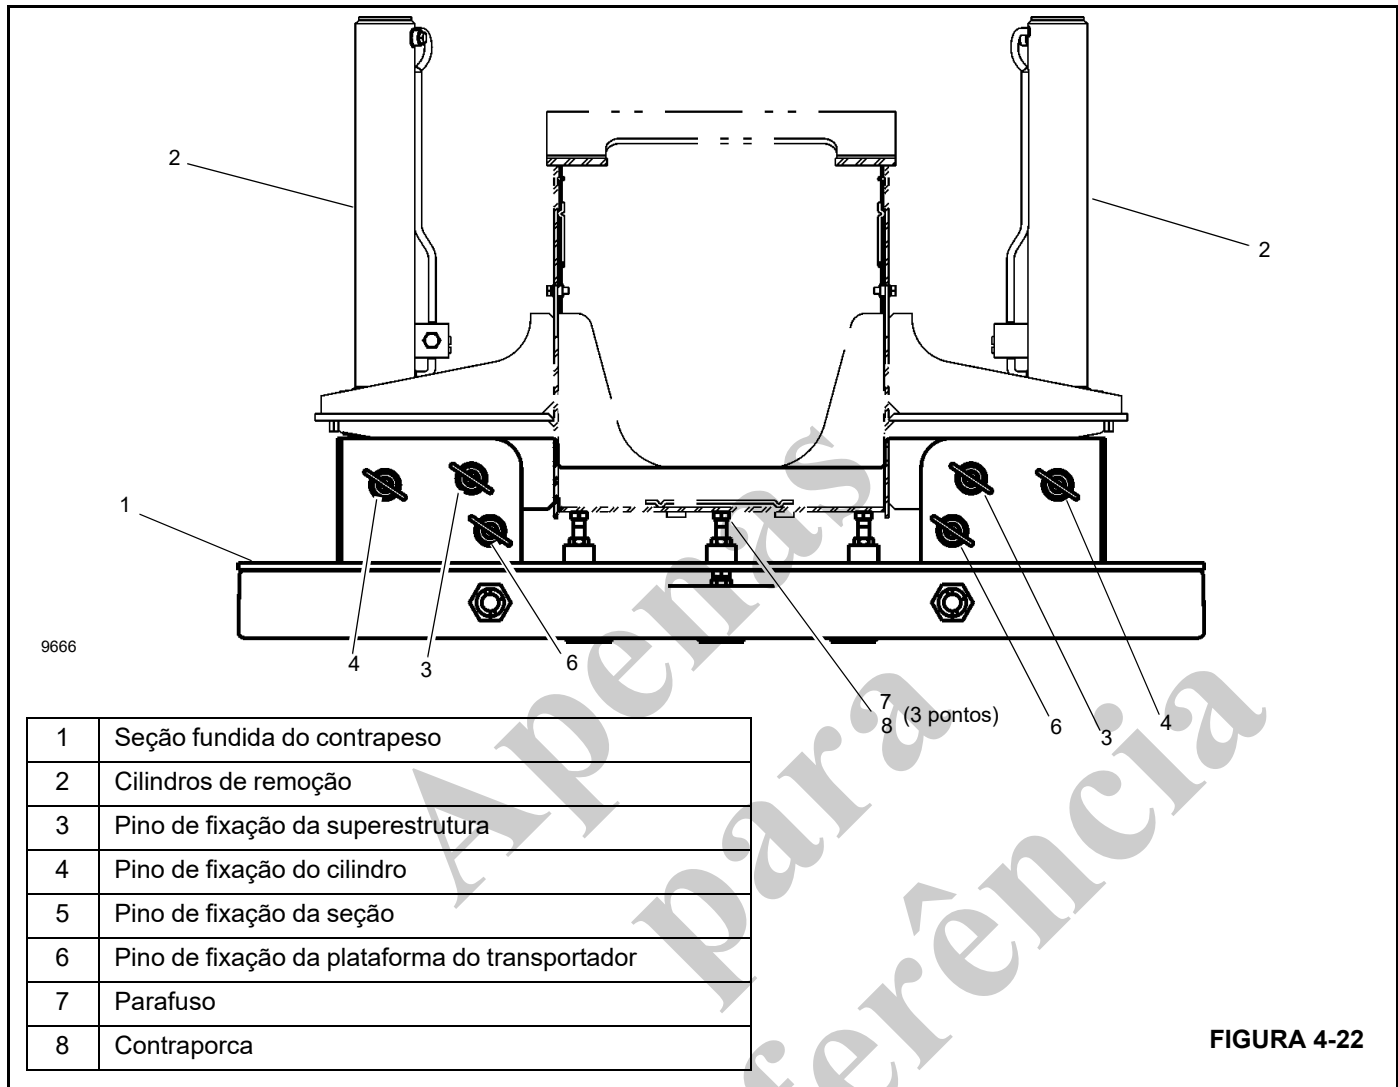

FIGURA 4-22
6. Remova os pinos esquerdo e direito (6, Figura 4-22) que prendem o contrapeso no tabuleiro do transportador.
9. Fixe o contrapeso removível nos cilindros utilizando os pinos de fixação da seção (4, Figura 4-22).
11. Fixe o contrapeso na superestrutura com pinos (3, Figura 4-22).
12. Ajuste os parafusos (7) conforme necessário para nivelar o contrapeso e eliminar qualquer movimento relativo entre os contrapesos superior e inferior. Aperte as contraporcas (8) para travar os contrapesos na posição.
6. Remova os pinos da superestrutura (3, Figura 4-22).
8. Remova os pinos de fixação do cilindro (4, Figura 4-22) que fixam o contrapeso removível nos cilindros.
10. Prenda o contrapeso no tabuleiro do transportador com pinos (6, Figura 4-22).